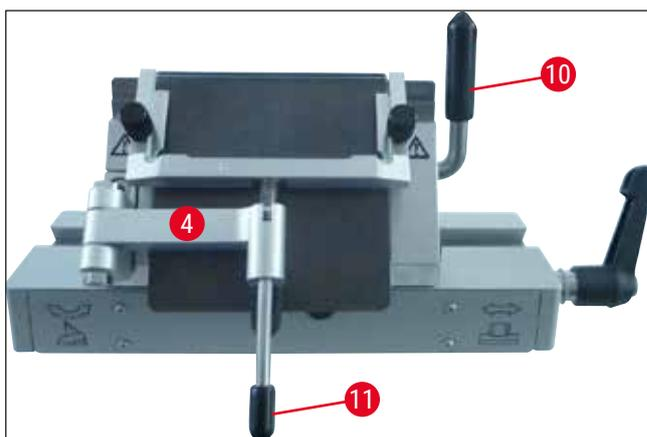

Fig. 32
4. Pour serrer, tournez le levier de serrage (→ Fig. 32-10) dans le sens des aiguilles d'une montre (→ "Fig. 32").